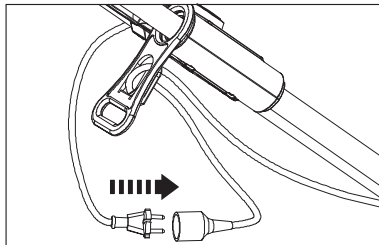

Fig. 7
1. Branchez le cordon d'alimentation [4] à la prise de la rallonge (Fig.7).